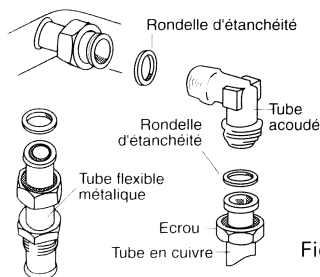

Fig. 14
plaque de cuisson (Fig. 14).
- Connexion par un tuyau métallique flexible (Fig. 14). Dans le cas d'une connexion de ce type, il faut éviter le contact de ce tuyau avec les parties mobiles du meuble encastré (par exemple, un tiroir), et son passage par des espaces susceptibles de se boucher.